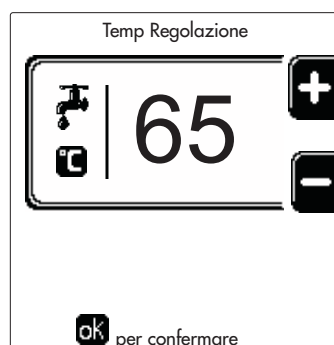

fig. 15
- **ON**. In caso di richiesta Riscaldamento/Sanitario, la caldaia lavora alla Temperatura di Regolazione Riscaldamento/Sanitario (fig. 13/fig. 15) impostata.
- **🔧**. In caso di richiesta Riscaldamento/Sanitario, la caldaia lavora alla Temperatura di Regolazione Ridotta. La temperatura Ridotta si ottiene sottraendo il valore della Temperatura Regolazione Riduzione (fig. 14/fig. 16) alla Temperatura di Regolazione Riscaldamento/Sanitario (fig. 13/fig. 15) impostata.